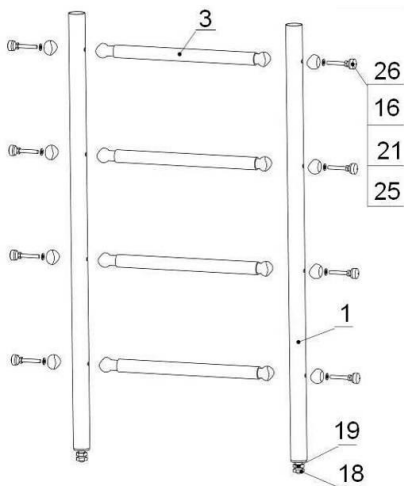

Рисунок 2
3.5. Собрать нижние стойки (поз.1) с 4 перекладинами (поз.3) используя болты (поз.16) в соответствии с рис 2. Болты (поз.18) вкрутить до упора. (см. рис. 2)